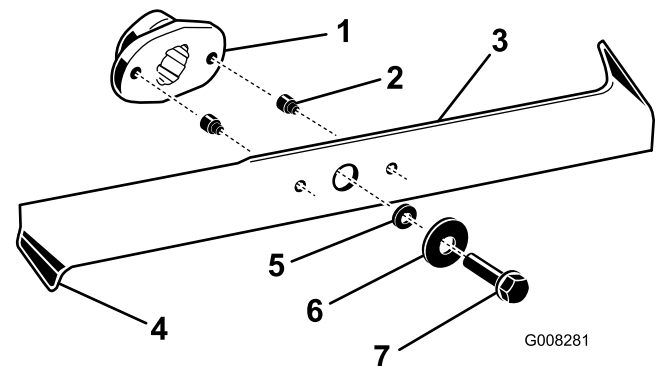

Figure 38
2. Examinez le tranchant des lames (Figure 38). Si elles ne sont pas tranchantes ou si elles présentent des indentations, déposez et affûtez les lames (voir Aiguisage des lames).
- Inspectez les lames, surtout les bords recourbés (Figure 38). Si vous remarquez que les lames sont usées ou endommagées à ces endroits, remplacez-les immédiatement.
- Si les goupilles de cisaillement sont cassées, remplacez-les immédiatement (Figure 38).
- Enlevez les boulons, les rondelles et les lames (Figure 38). Pour enlever le boulon, bloquez éventuellement la lame en introduisant une cale en bois entre la lame et le carter de tondeuse.
- Montez les lames, les rondelles et les boulons de fixation (Figure 38).